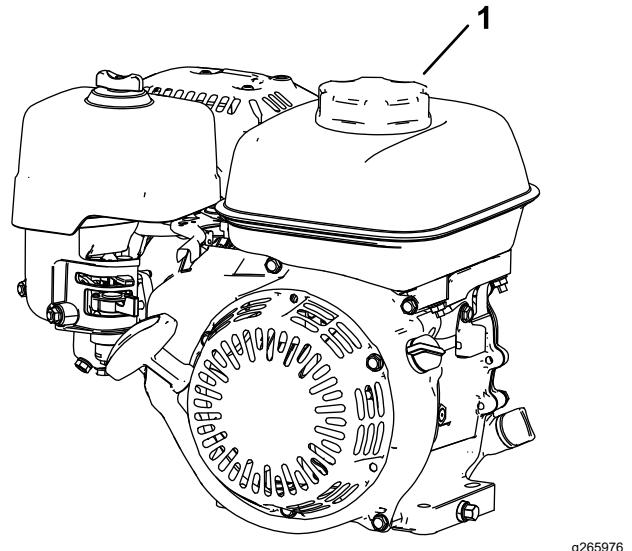

Рисунок 17
1. Очистите область вокруг крышки топливного бака и снимите крышку (Рисунок 17). Топливный бак следует заполнять до нижнего уровня горловины бака; см. раздел «Двигатель» *Руководства оператора*.